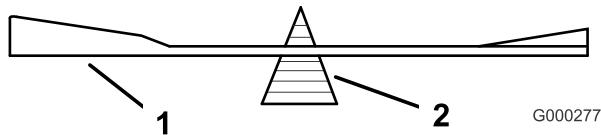

図 82
- ブレード・バランサー(図 82)を使ってバランスを調べる。ブレードが水平に停止す